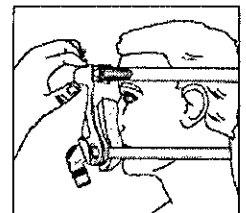

Figura 5
4. Botón ajustador de la frente - Pulse y mantenga pulsado para deslizar el armazón hacia la cara o retirarlo de la cara, de forma que se ajuste la presión (Figura 5). Esto reducirá o aumentará la presión en el puente de la nariz y la barbilla.